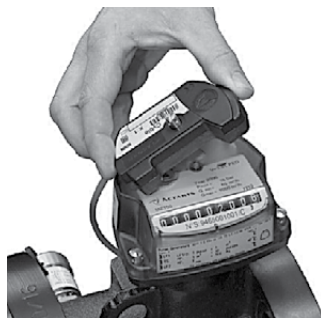

Рисунок 13. Внешний датчик импульсов CybleTM
4.6.6 Внешний датчик импульсов CybleTM (см. Рис. 13) соответствует требованиям международного стандарта (CENELEC: EN50020). CybleTM – это электронный датчик импульсов. Датчик CybleTM по сравнению с герконовым датчиком исключает возможность дребезга и формирования паразитных импульсов. К выходу датчика CybleTM можно подключить любой электронный прибор оснащенный низкочастотным входом. Датчик CybleTM позволяет обнаружить и (по желанию) не учитывать обратный поток через счетчик, а также исключает в отличие от герконовых датчиков, возможность воздействия на работу датчика внешним магнитным полем.